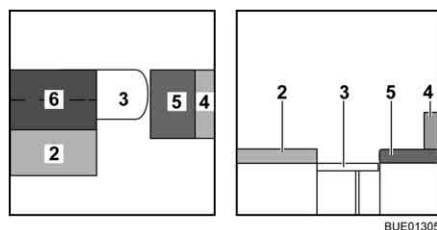

Fig. 132 Durante a transformação
- Desdobre o estofa adicional (Fig. 132,6) e coloque-o sobre a mesa.